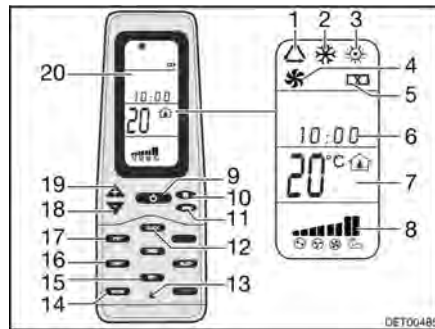

Bild 125 Fjärrstyrning
- Tryck på knappen ON/OFF (Bild 125,9).
- Tryck så många gånger på knappen "Mode" (Bild 125,11) tills önskad driftstyp (Bild 125,1, 2, 3 eller 4) visas på displayen (Bild 125,20).
- Ställ in önskad temperatur med knapparna "+" (Bild 125,19) och "-" (Bild 125,18).
- Med knappen Fläktvarvtal (Bild 125,10) väljs önskad fläktkapacitet.